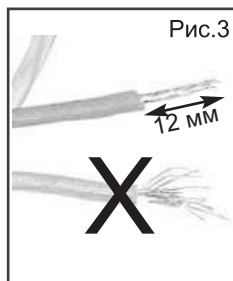

Рис.3
- Зачистите провода кабеля питания и тщательно обмотайте петлёй вокруг клеммы (рис.3).